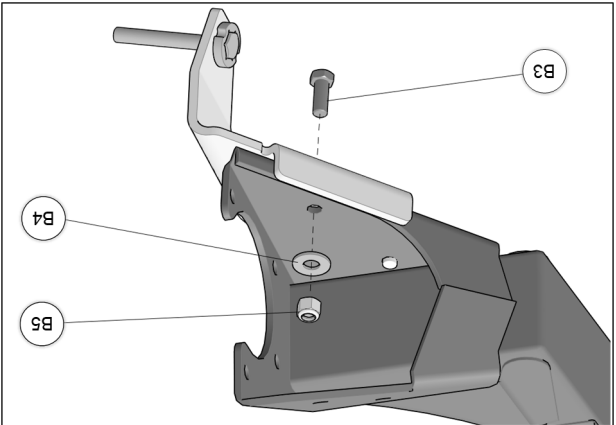

Fig. 8
7. Insérer le boulon de fixation 3/8-24 (B3) par le dessous et fixer la plaque d'ancrage avec l'écrou (B5) et la rondelle (B4) fournis. Serrer à un couple de 40 N•m [37 lb•pi]. Voir la Fig. 8